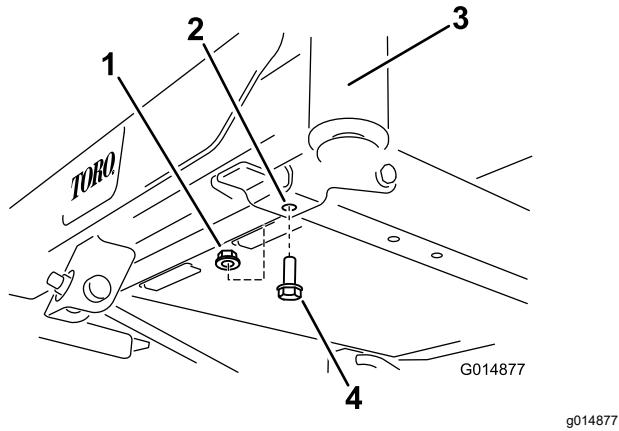

Figura 4
1. Localice los pernos delanteros en la parte inferior del bastidor (Figura 3 y Figura 4).